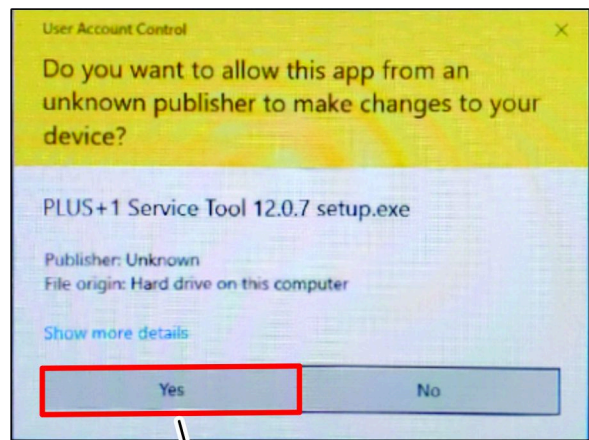

Bild 16
2. Wenn das Dialogfeld „User Account Control“ [Einstellung Benutzerkonto] angezeigt wird, klicken Sie auf die Schaltfläche JA (Bild 16).